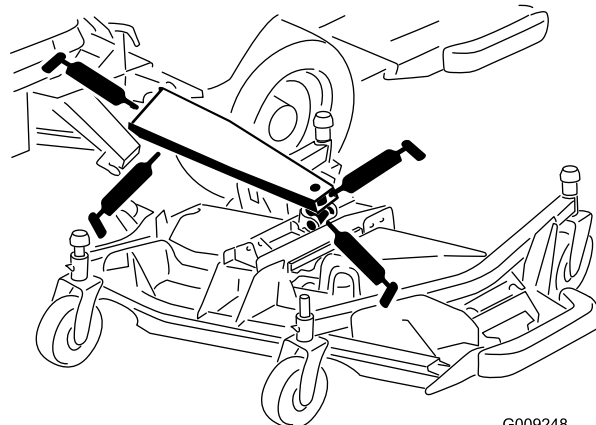

Figure 92
- 3 bagues de bras de levage principal (Figure 92)
- 1 bague de vérin de levage (Figure 92)